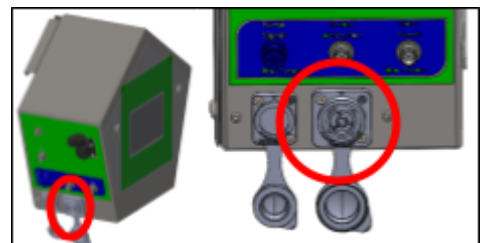

Figure 29.
15. Raccordez le câble avec le connecteur noir (voir figure 29)